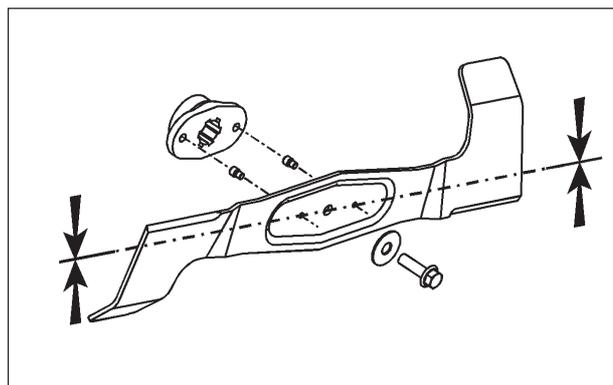

Fig. 30
En cuanto las cuchillas golpean contra un objeto sólido, los pernos de corte se rompen. ¡Pare inmediatamente el motor! Reemplace el perno roto sólo con otro original. Para instalarlo, consulte la Fig. 30. Controle que todos los bulones estén correctamente apretados.
2. Al cambiar las cuchillas, controle que todas las partes sean montadas en el orden correcto y bien apretadas para evitar vibraciones (vea la Fig. 30). El filo curvado de las hojas debe quedar hacia arriba de la unidad, de lo contrario no cortarán.
## PASADORES DE ESFUERZO CORTANTE (FIG. 30)